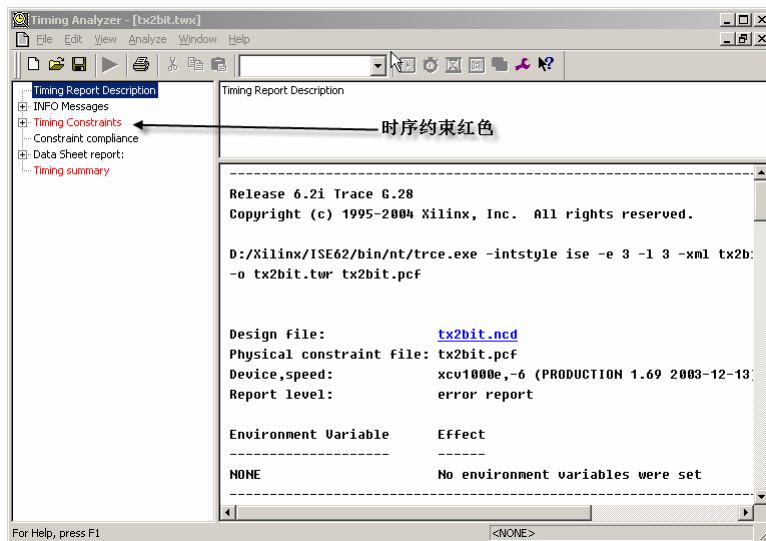

图6-28 静态时序报告窗口
9. 对这个程序最终实现的情况做时序分析，检查是否满足最初的设计。在这个程序中，LVDS 的数据信号需要工作在 622MHz，在【Process View】窗口中，选择【Implement Design】/【Place & Route】/【Generate Post-Place & Route Static Timing】/【Post-Place & Rout Static Timing Report】选项，启动时序分析器对设计进行时序检查，可以看到设计【Timing Constraints】为红色，说明当前的时序约束并不能满足要求，如图 6-28 所示。